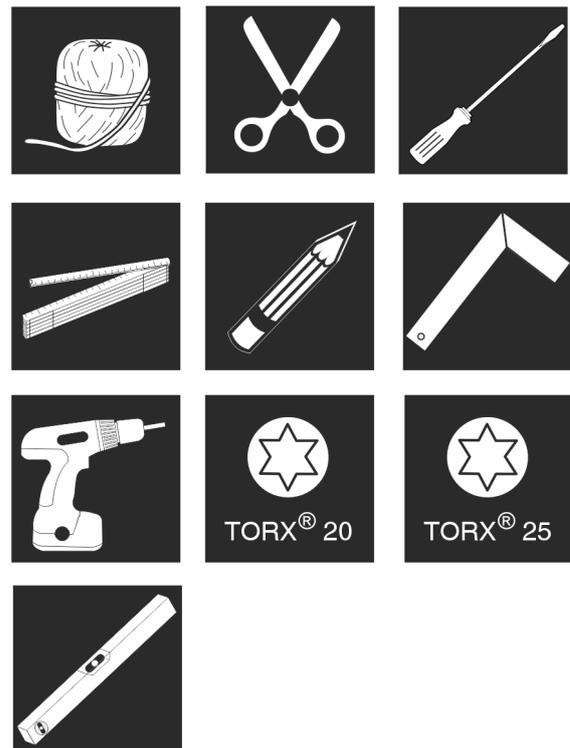

Fig. 10
1. Werkzeug bereitstellen. Fig. 10 ()